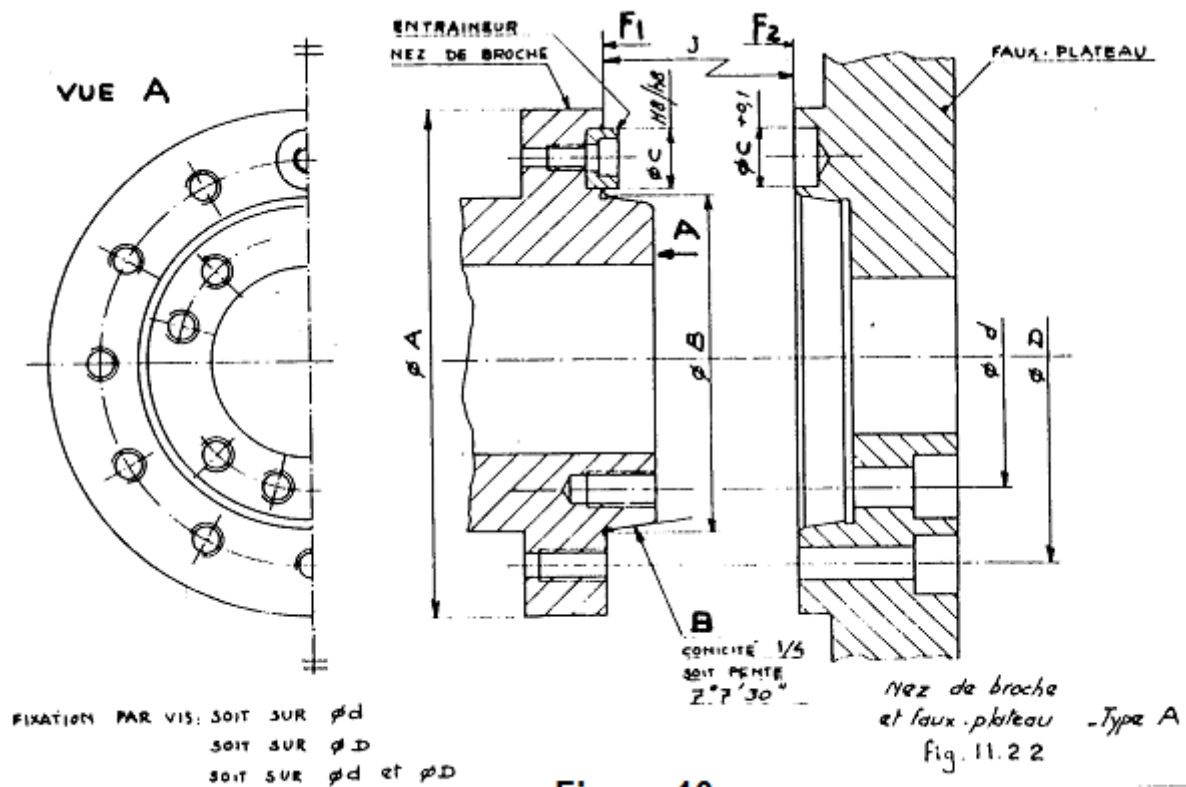

Figure 10
- soit sur le faux-plateau (fig.10 et 11)